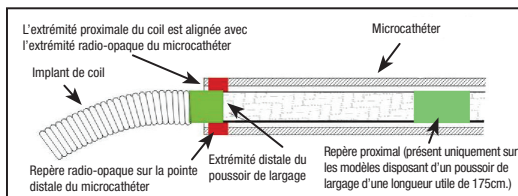

Figure 4 - Position des bandes repères pour le détachement
29. Faire avancer le coil dans le site souhaité jusqu'à ce que le repère radio-opaque du poussoir de largage soit aligné ou légèrement distal par rapport au repère radio-opaque sur l'extrémité distale du microcathéter, en positionnant la zone de détachement juste à l'extérieur de l'extrémité du microcathéter. Voir la Figure 4.